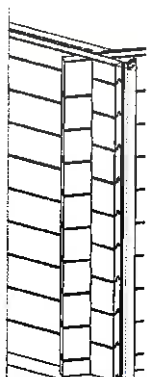

Figure 17
- Coupez l'excédent de cache selon la hauteur du bassin si nécessaire (figure 17).